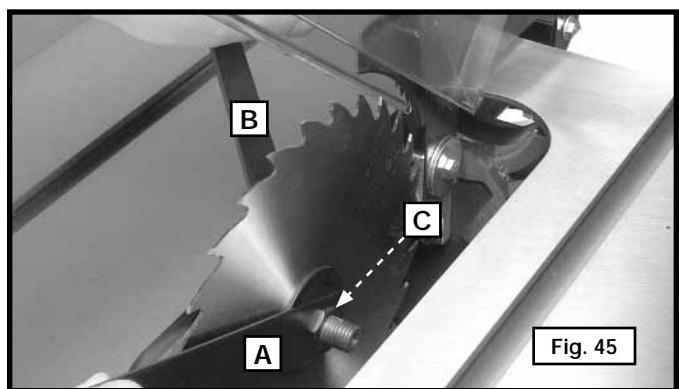

Fig. 45
2. Placer la clé à fourche (B) fig. 45 sur les méplats de l'arbre de la scie. Utiliser la clé polygonale (A) pour tourner l'écrou de l'arbre (C) en direction de l'avant de la scie. Retirer l'écrou de l'arbre, la bride de la lame et la lame de la scie.
3. Insérer la nouvelle lame de scie avec les dents pointant vers le bas, à l'avant de la table de la scie. Insérer la bride externe de la lame et l'écrou d'arbre. À l'aide de la clé (B) fig. 45 sur les méplats de l'arbre, serrer l'écrou de l'arbre en tournant la clé polygonale (A) vers l'arrière de la scie.